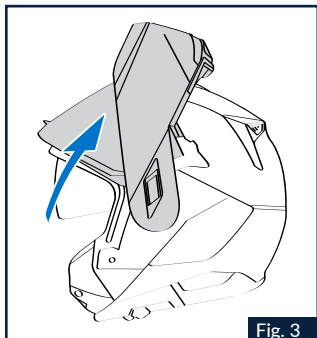

Fig. 3
1.3 Tirer vers l'avant la mentonnière, en l'accompagnant dans son mouvement de rotation vers le haut jusqu'à ce qu'elle rejoigne la position d'arrêt à l'arrière de la calotte (Fig. 3 et 4).
2.1 Tourner la mentonnière vers l'avant, en l'accompagnant dans son mouvement de rotation jusqu'à ce qu'on entend les déclics du mécanisme de fermeture (Fig. 3).